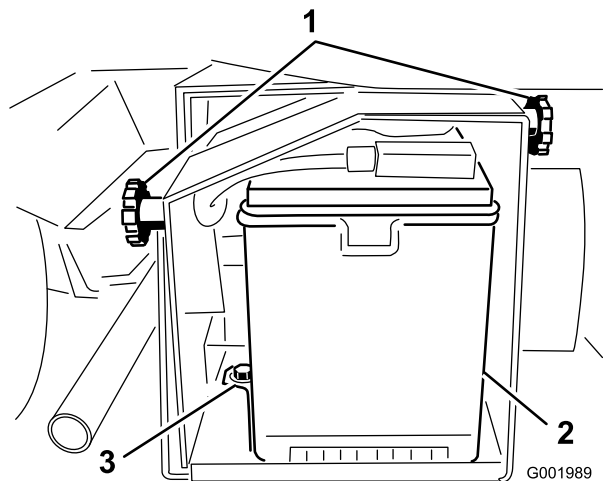

図 57
2. バッテリー・ボックスのノブ(図 57)をゆるめ、カバーを外す。
5. バッテリー・リターナと固定金具を外す(図 57)。
2. バッテリー押さえを元通りに取り付ける(図 57)。
4. バッテリーカバーを元どおりに取り付けノブで固定する(図 57)。
1. バッテリー・ボックスのノブ(図 57)をゆるめ、カバーを外す。